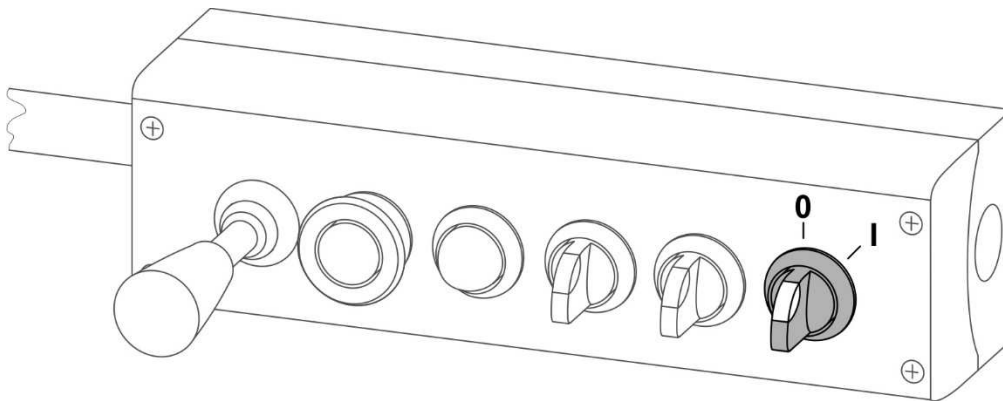

FIGURE 4.10 Interrupteur principal du panneau et des feux d'encombrement
(0) - panneau de commande éteint; (I) - panneau de commande en marche et les feux d'encombrement allumés
Le panneau de commande est protégé contre une utilisation accidentelle avec l'interrupteur principal (FIGURE 4.10). Après avoir déplacé l'interrupteur dans le sens des aiguilles d'une montre jusqu'à la position (I), l'alimentation électrique du panneau est activée et les feux d'encombrement sont allumés. En position (I), l'interrupteur principal « en marche » est allumé. Lors du travail avec le chasse-neige et pendant le transport, l'interrupteur principal doit être allumé.